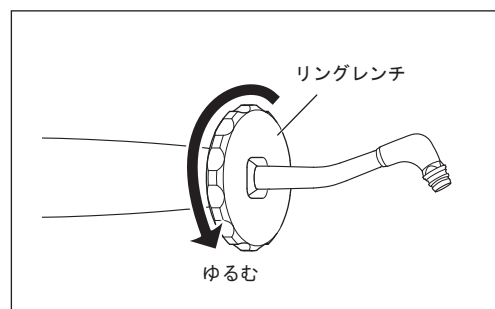

図41
- 1) 付属のリングレンチをノズルの先から通してねじをゆるめ、ハンドピースからノズルを取り外します（図41）。